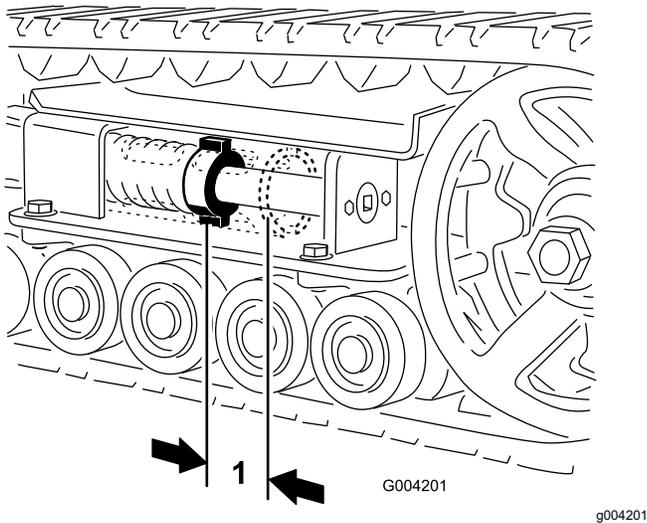

図 44
テンションナットとテンションチューブの背面との間には7 cm のすき間があるのが適正です 図 44。距離が適切でない場合は、以下の調整を行ってください
5. ドライブラチェット  $\frac{1}{2}$ " を使って、テンショニングねじを右に回してテンションナットとテンションチューブの背面との間に 7 cm のすき間 図 44 を作る。
12. テンションねじを左に回してテンションナットとテンションチューブの背面との間に 7 cm のすき間 図 44 を作る。